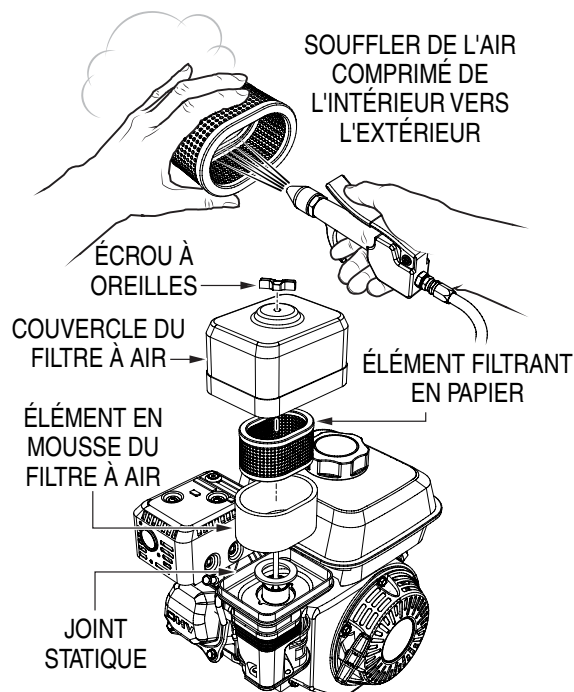

Figure 35. Filtre à air du moteur
1. Retirer le couvercle du filtre à air et filtre en mousse comme le montre Figure 35.
2. Tapoter l'élément filtrant en papier (Figure 35) à plusieurs reprises sur une surface dure pour enlever la saleté, ou souffler de l'air comprimé ne dépassant pas 2,1 kgf/cm² (207 kPa, 30 psi) du côté du boîtier du filtre à air. **NE PAS** brosser la poussière. Le brossage forcera la saleté dans les fibres. Remplacer l'élément filtrant en papier s'il est excessivement sale.